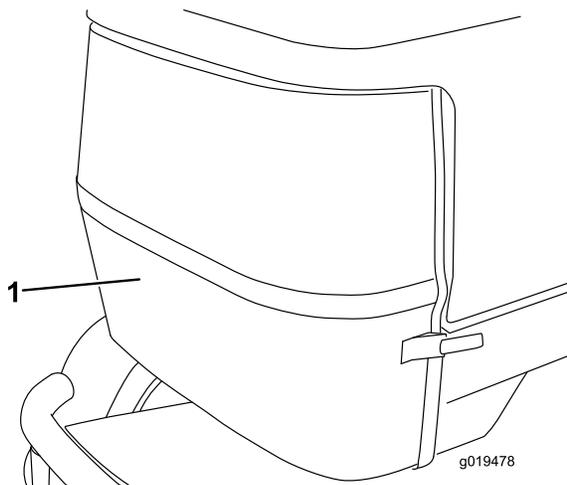

Figura 70
2. Destranque e retire o painel traseiro (Figura 70). Limpe bem o painel.